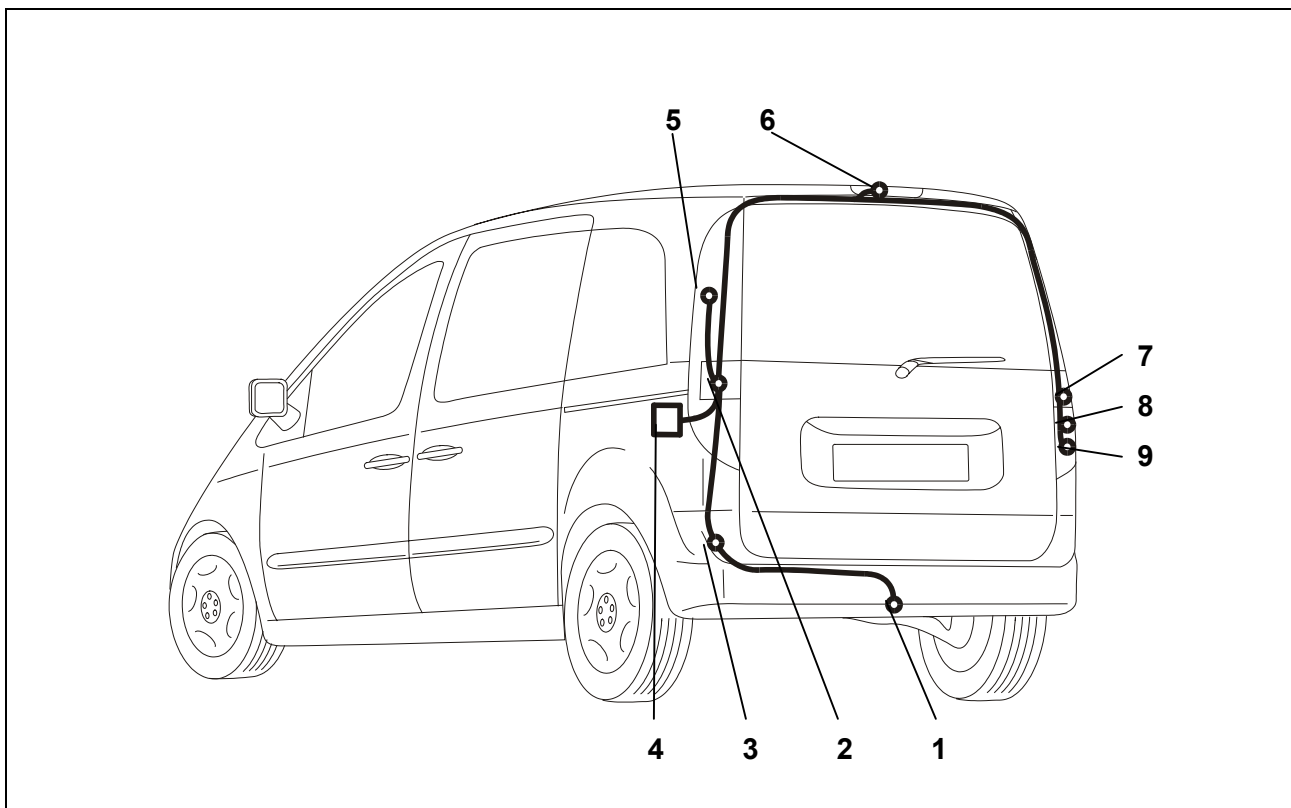

Fig. 2 : Aperçu du montage
3. Percer sous le feu arrière gauche à l'emplacement adéquat (Fig. 2/3) un trou de 19 mm pour le passage du câble. Le cas échéant, utiliser tout trou pour câble déjà présent.
4. Faire passer l'extrémité du fil du conducteur de fils via le passe-câble, en partant du coffre à bagages derrière le feu arrière gauche vers l'extérieur, jusqu'à la tôle de retenue de la prise (Fig. 2/1).
5. Insérer le passe-fil en caoutchouc dans le passage du câble (Fig. 2/3).
6. Remonter le joint de la prise de courant et connecter le conducteur de fils dans le bâti de la prise (Fig. 2/1) comme indiqué au paragraphe *Affectation de la prise de courant* et faire glisser vers le bas le joint en caoutchouc sur la prise.
7. Fixer la prise sur la plaque de retenue (Fig. 2/3) avec les vis et écrous fournis.
8. Séparer la fiche de connexion du feu arrière gauche (Fig. 2/2) et la brancher sur la fiche adaptée du conducteur de fils. Les connecteurs doivent s'insérer.
9. Faire passer l'extrémité du fil avec les deux fiches à 6 pôles au-dessus du revêtement intérieur du plafond jusqu'au feu arrière droit (Fig. 2/7).
10. Séparer la fiche de connexion du feu arrière droit (Fig. 2/7) et la brancher sur la fiche adaptée du conducteur de fils. Les connecteurs doivent s'insérer.
12. Fixer le module pour dispositif d'attelage (Fig. 2/4) avec une bande velcro dans la partie gauche du coffre à bagages, sous le feu arrière.